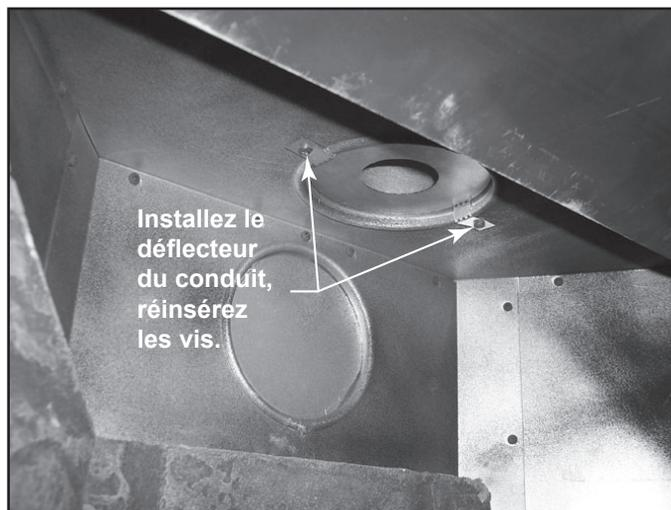

Figure 4.21 12 à 30 pieds de course verticale
- Le déflecteur du conduit sera pivoté pour s'installer dedans le conduit pour des courses verticales d'évacuation de 31 à 60 pi. Voir la figure 4.21.